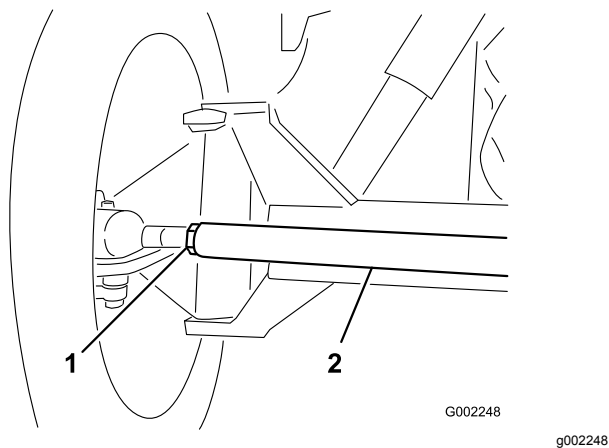

図 87
3. 前後の測定値の差が所定範囲にない場合、タイロッド両端のジャムナットを外して調整を行う(図 87)。